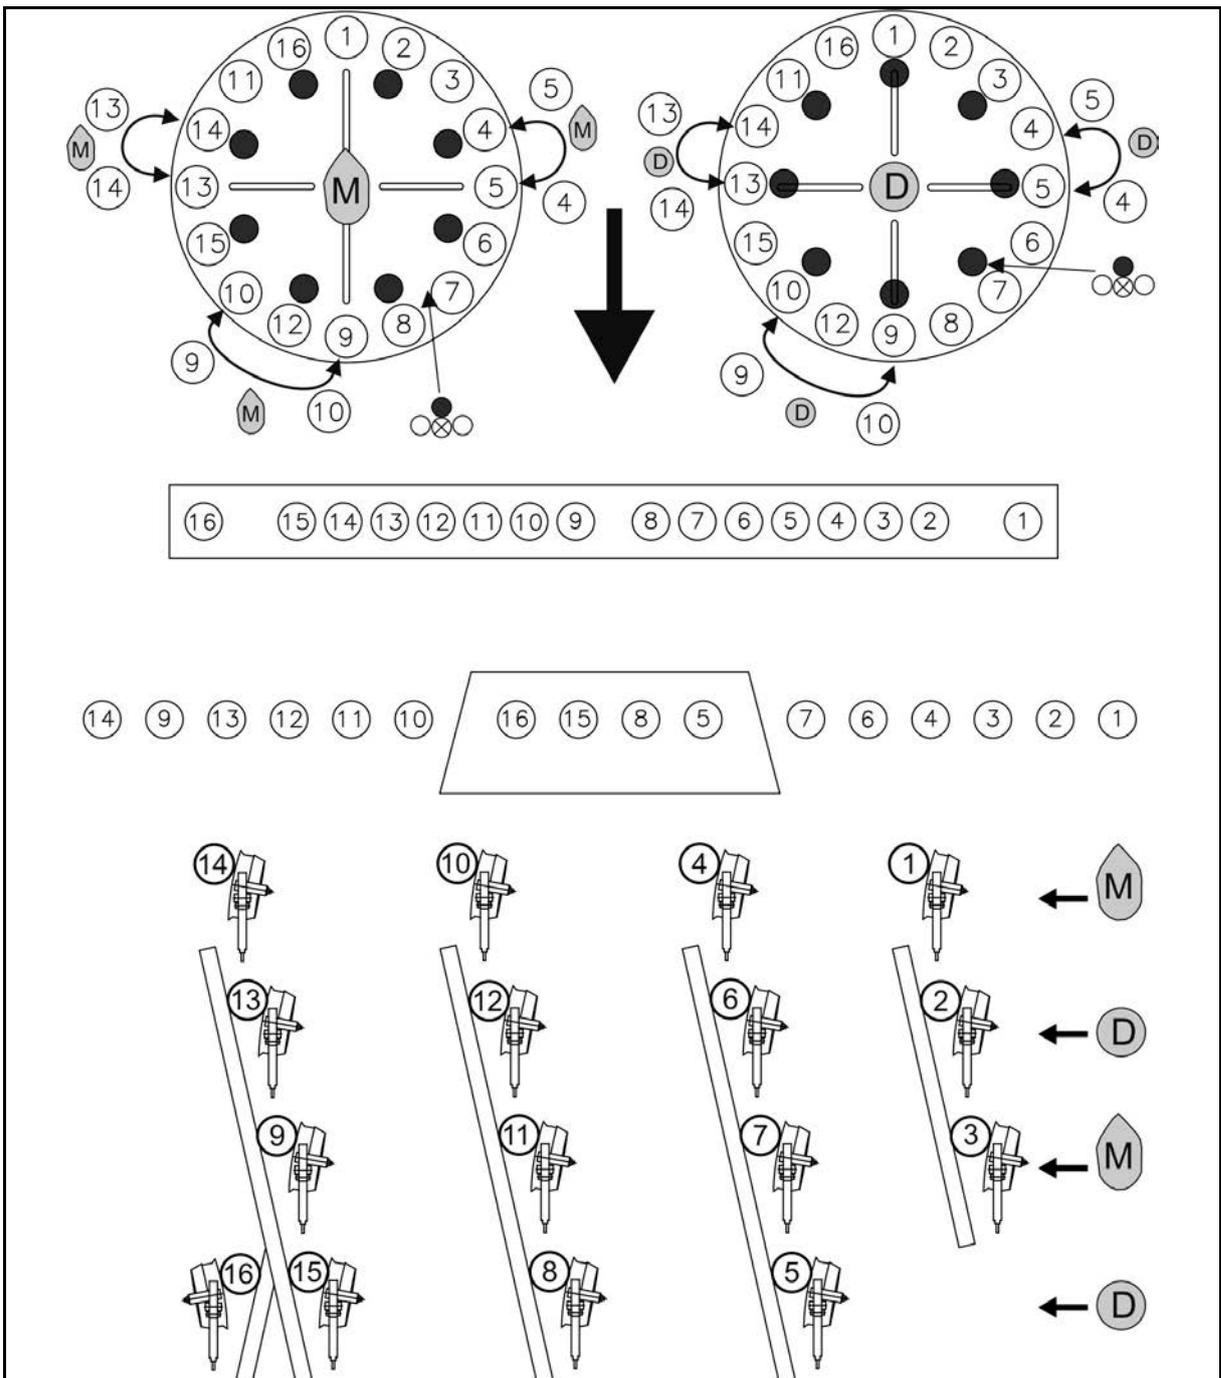

Fig. 39
- Maïs **M**: Monter les bouchons de fermeture conformément Fig. 39.
- Engrais **D**: monter les bouchons de fermeture conformément Fig. 39.